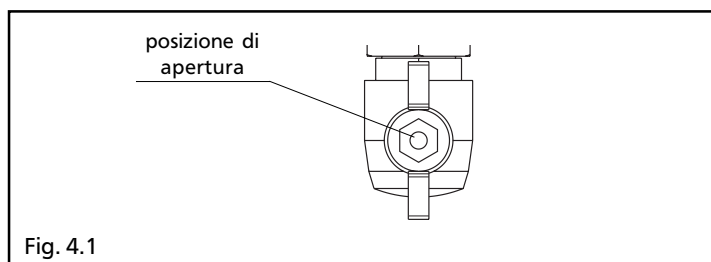

Fig. 4.1
- accedere al rubinetto del gas attraverso le feritoie della copertura raccordi posta nella parte inferiore della caldaia-aprire il rubinetto ruotando in senso antiorario la manopola per permettere il flusso del combustibile (fig. 4.1)